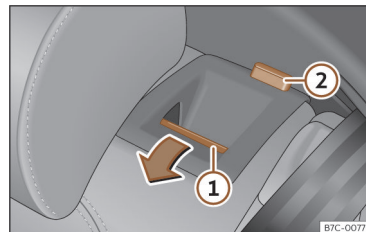

Fig. 81 Banco traseiro: rebater o encosto.
- Pressione o botão de desbloqueio >>> **Fig. 81** ① para a frente e, ao mesmo tempo, rebata o encosto. O encosto traseiro está desbloqueado quando se vê uma marca vermelha no botão ②.